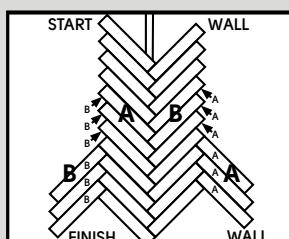

Figure. 7
- Commencez par le « mur de fin » et faites glisser le joint final d'une lame « B » dans le côté d'une lame « A ». Faites glisser la lame « B » dans l'extrémité de la lame « A » à un angle léger jusqu'à ce qu'elle soit bien serrée (Figure 7). Remarque : en cas de décalage par rapport à la ligne centrale, il est possible de recaler le produit sur le sol en avant ou en arrière (Figure 7).